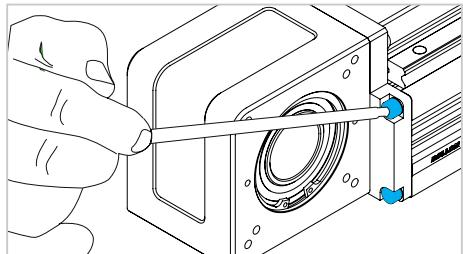

Abb. 7
- 4) Zur Demontage des Umlenkkopfes entfernen Sie die vier Schrauben am Befestigungsflansch (Abb. 7).